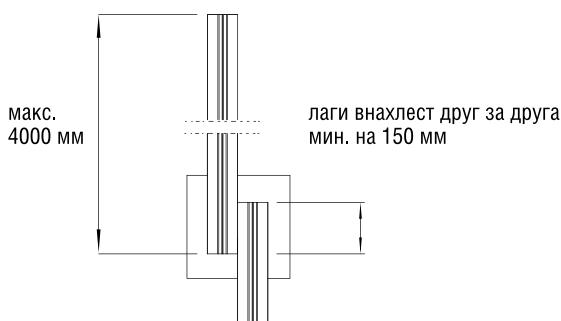

Рис. 7
- Лаги, при необходимости их продолжения, укладываются внахлест друг за друга на 150 мм и крепятся перфорированной металлической лентой* (рис. 7).